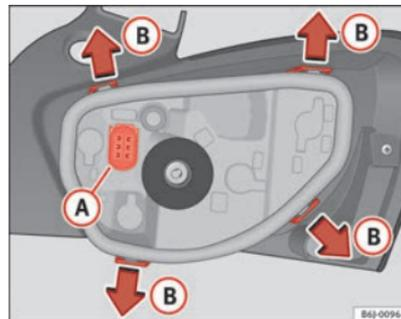

Fig. 162 Remplacement des ampoules des feux arrière
- Retirer le porte-lampes en l'extrayant du boîtier. Appuyez pour cela sur les pattes de fixation (B) dans le sens des flèches ⇒ fig. 162.